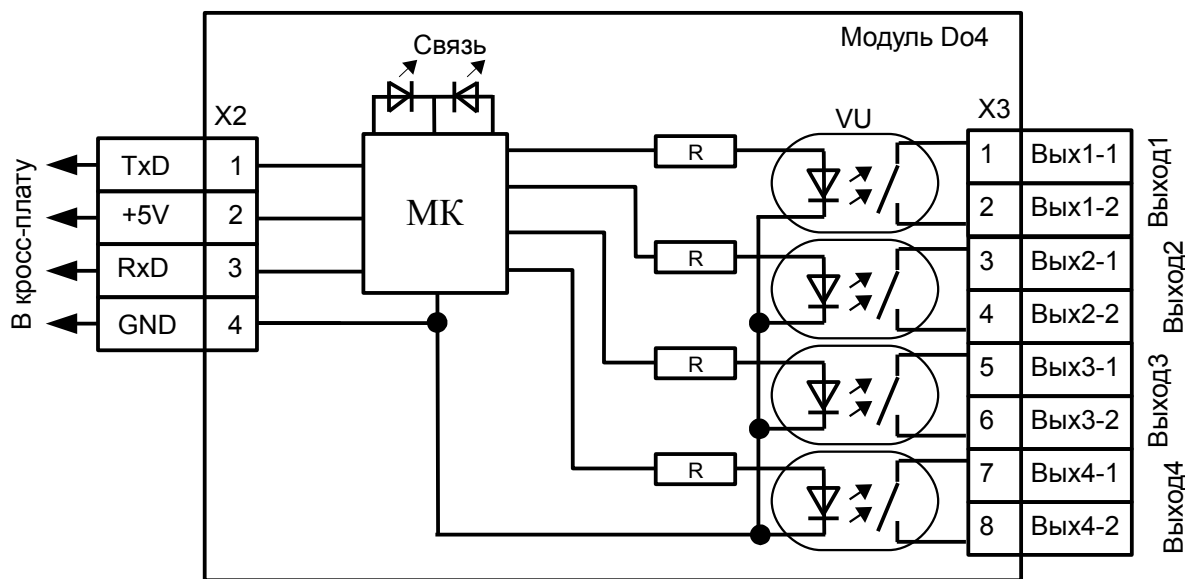

Рисунок 1 - Функциональная схема модуля Do4
4.1 Модуль представляет собой микроконтроллерное устройство (Рисунок 1), выполненное на одной печатной плате. Плата содержит микроконтроллер МК и элементы дискретных выходов.